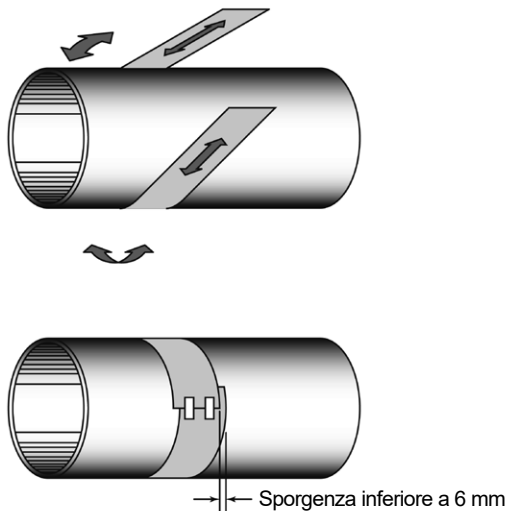

Fig. 18 - Allineamento della dima di carta
- 1) Arrotolare la carta attorno alla tubazione come illustrato alla Fig. 18. Allineare le estremità sovrapponendole per circa 6 mm.